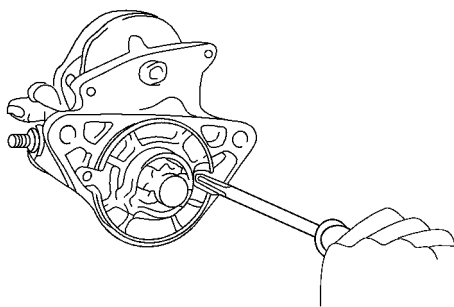

图 6-6 拆下起动机外壳、中间齿轮、轴承和离合器部件
(2) 拆下带小齿轮的起动机外壳 (1.4kW 型)、中间齿轮、轴承和离合器部件。如图 6-6 所示。